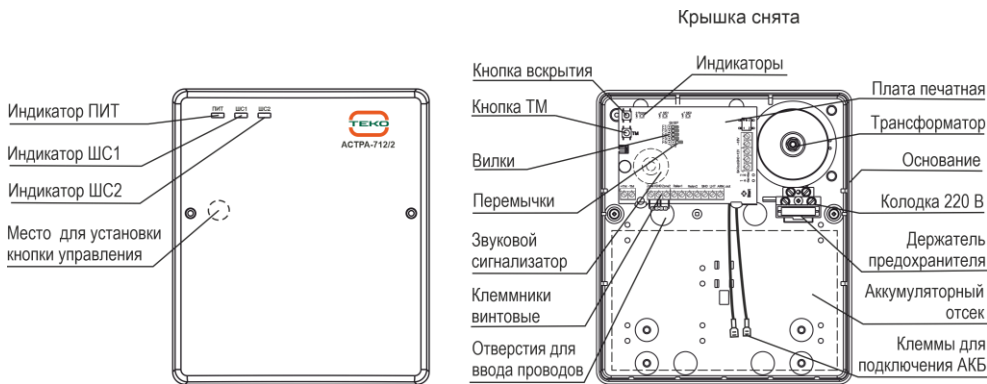

Рисунок 1
7.1 Конструктивно прибор выполнен в виде блока со съемной крышкой (рисунок 1). Внутри блока установлена печатная плата с радиоэлементами, сетевой трансформатор и колодка с предохранителем для подключения сетевого напряжения.